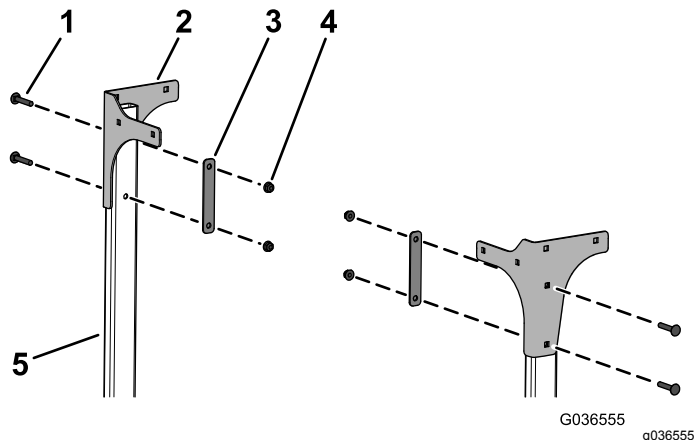

Figura 8
7. Instale sem apertar as placas traseiras esquerda e direita nas tubagens utilizando 4 parafusos de carroçaria (5/16 pol. x 1 3/4 pol.), 2 placas posteriores e 4 porcas flangeadas (5/16 pol.), como se mostra na Figura 8.